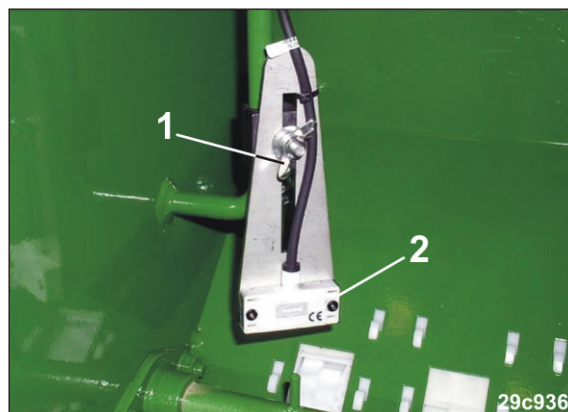

Fig. 71
1. Flügelmutter (Fig. 71/1) lösen.
2. Die Höhenlage des Füllstandssensor (Fig. 71/2) entsprechend der gewünschten Saatgutrestmenge einstellen.
3. Flügelmutter (Fig. 71/1) festziehen.